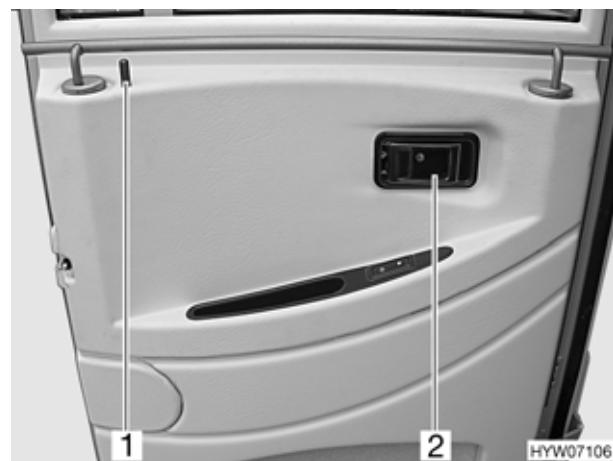

Fig. 28 Serratura della porta guidatore, lato interno
- Tirare la maniglia (Fig. 28,2). La serratura della porta si sblocca.
- Premere il bottone di sicurezza (Fig. 28,1) verso il basso.